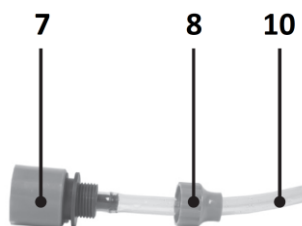
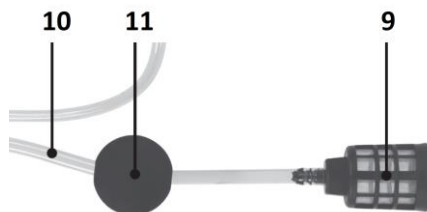

Fig. 3A
Fig. 3B
- Rimuovere l'anello portagomma (8) dal portagomma stesso (7).
- Posizionare l'anello (8) su un'estremità del tubo (10).
- Spingere la stessa estremità del tubo nel connettore del tubo, vedere Fig. 3A.
- Posizionare l'altra estremità del tubo (10) attraverso il foro della sfera galleggiante (11).
- Spingere la stessa estremità del tubo sul filtro di aspirazione (9), vedi Fig. 3B.